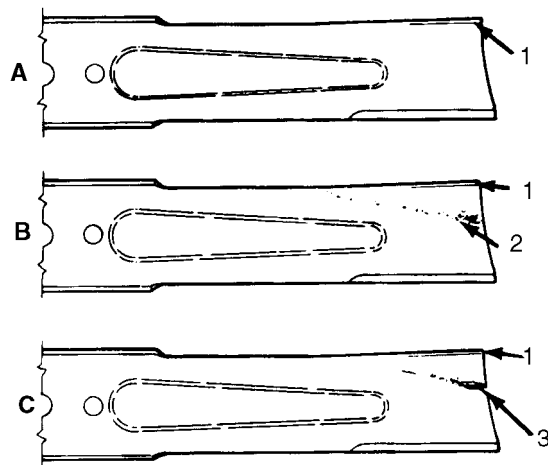

Fig. 17
(Fig. 17–18)
4. Undersøg knivens skær omhyggeligt, især hvor den flade og den buede del af kniven mødes (Fig. 17-A). Fordi sand og slibende materiale kan afslide det metal, der forbinder den flade og den buede del af kniven, skal kniven kontrolleres, inden maskinen anvendes. Hvis kniven ser slidt ud (Fig. 17-B), skal den udskiftes, se *Afmontering af kniven*.
Hvis kniven får lov til at blive slidt, vil der opstå en revne mellem sejlet og den flade del af kniven (Fig. 17-C). Til sidst kan et stykke af kniven brække af og blive kastet ud under huset og kan medføre alvorlige kvæstelser af føreren eller evt. tilskuere.